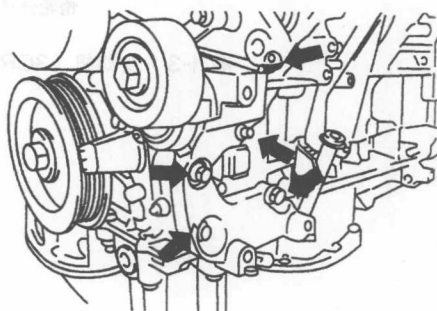
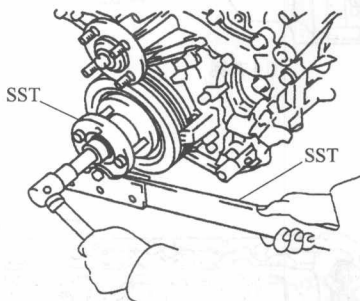

图 1-6 拆下螺栓和多槽带张紧器
图 1-7 松开曲轴传动带轮螺栓
- (5) 拆下左排气歧管。
- (6) 拆下起动机总成。
- (7) 拆下自动变速器总成。
- (8) 拆下前悬架横梁。
- (9) 拆下驱动盘和齿圈。
- (10) 将发动机固定到发动机台架上。
- (11) 拆下风扇和发电机 V 形传动带。
- (12) 拆下发电机总成。
- (13) 分离空调压缩机总成。
- (14) 拆下 2 号惰轮。
- (15) 拆下 5 个螺栓和多槽带张紧器，如图 1-6 所示。
- (16) 拆下水泵传动带轮。
- (17) 拆下进水口。
- (18) 拆下曲轴传动带轮。
- ① 用专用工具 SST 固定住曲轴传动带轮，松开曲轴传动带轮螺栓，如图 1-7 所示。